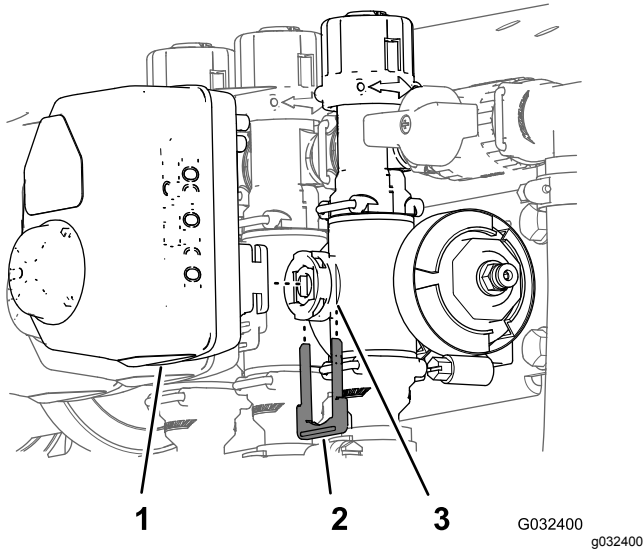

Figura 56
1. Rimuovete il fermo che fissa l'attuatore alla valvola del collettore del gruppo della valvola di sezione (Figura 56).
2. Togliete l'attuatore dalla valvola del collettore (Figura 56).